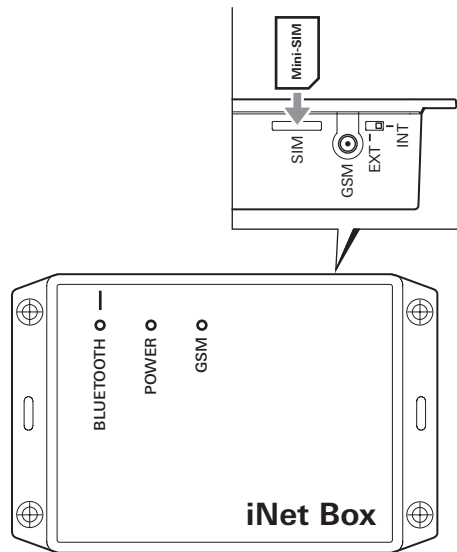

Bild 3 – Mini-SIM-Karte
– Mini-SIM Karte wie auf Abbildung (Bild 3) dargestellt in den Einschub „SIM“ einschieben bis diese einrastet.